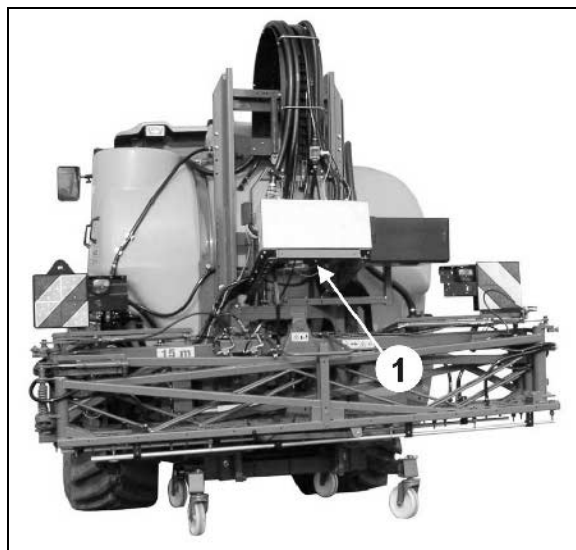

Fig. 133
1. Fratræk samtlige sprøjtemængder fra delbreddeventilerne (Fig. 133/1).
2. Tilkoblingsstykket til flowmåleren (Fig. 133/4) forbindes med et delbreddeventil og kobles til kontrolapparatet.
3. Studserne til de resterende delbreddeventiler lukkes med afblændingskapper (Fig. 133/3).
1. Fjern en sprøjteslange fra en delbreddeventil (Fig. 133/1).